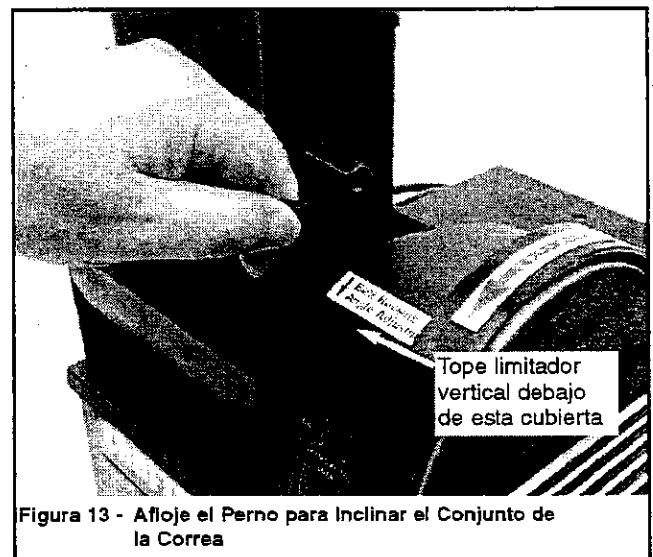

Figura 13 - Afloje el Perno para Inclinar el Conjunto de la Correa
Consulte la Figura 13.
- Afloje el perno de cabeza hueca que está roscado en la pieza de soporte de pivote. Se puede lograr acceso al perno a través de la cubierta de la correa (véase la Figura 13).